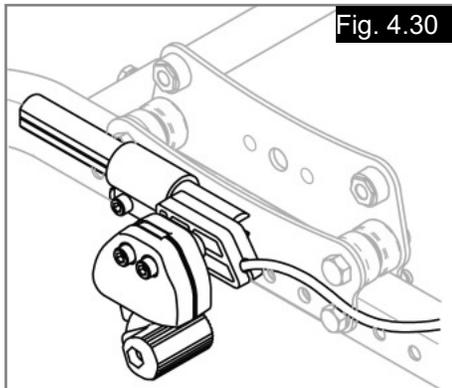
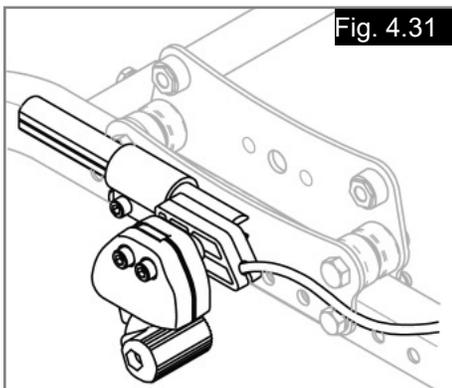

Fig. 4.30
Fig. 4.31
(Fig. 4.30 - 4.32)
2. Fixez l'ensemble support de montage/câble à la barre de liaison à l'aide d'un boulon (1) 1/4" x 2" avec l'écrou et les rondelles.
4. Fixez les pattes de blocage de roue (9) au bloc de galet à la position désirée de chaque côté du fauteuil à l'aide des boulons hexagonaux 5/16" (2).
5. Fixez les dispositifs de frein droit et gauche (4) sur les glissières à l'aide des cales d'écartement du frein de l'accompagnateur (3), des vis M6 x 60 (6), des contre-écrous (5) et des rondelles plates (7). Les roues plus petites devront avoir la glissière orientée vers l'avant (Fig. 4.30), tandis que pour les roues de plus grande taille, la glissière est vers l'arrière (Fig. 4.31). Serrez les boulons et glissez les dispositifs de verrouillage dans les pattes de blocage de roue (9).
6. Remontez les roues et glissez les freins vers l'arrière jusqu'à ce que le patin de frein soit à environ 6 mm du pneu lorsqu'il est libéré. Si le patin de frein n'est pas positionné à 6 mm, réglez la position de la patte de blocage de roue de sorte à obtenir la position requise. Une fois la position requise obtenue, resserrez les boulons de patte (8).
7. Fixez les câbles aux dispositifs de verrouillage en glissant le goujon à l'extrémité du câble dans l'emplacement prévu du frein. Tirez sur la gaine du câble et glissez l'extrémité de la gaine dans la poche de la cale d'écartement du frein de l'accompagnateur (3) comme illustré. Vérifiez que les câbles ne sont pas acheminés en direction des organes mobiles. Attachez les câbles sur le fauteuil à l'aide des attache-câbles fournis. S'ils ne sont pas déjà installés, vous devrez utiliser des axes avec entretoise sur les roues arrière.
8. Le cas échéant, réglez les vis de réglage de câble (10) pour garantir que les freins peuvent pleinement déployés lorsque la pédale est engagée. Selon le type de pneu utilisé, il pourra être nécessaire d'affiner la position du frein afin d'optimiser la force requise pour enclencher la pédale. L'utilisation d'une force excessive pour enclencher la pédale aura pour effet d'écourter la durée de vie du câble. Une fois le bon réglage obtenu, bloquez la vis de réglage du câble de frein en serrant le contre-écrou contre le montoir.